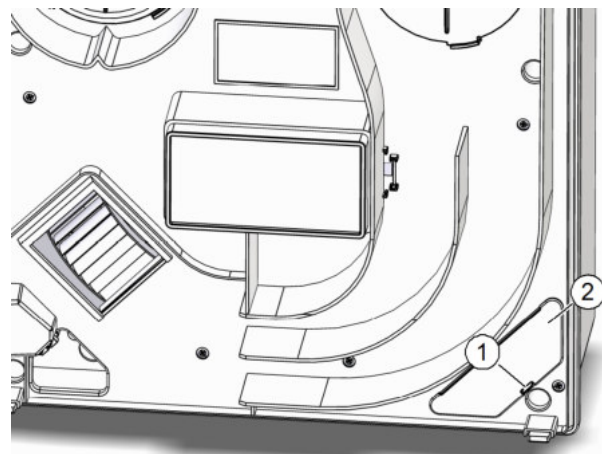

Abb. 8: Netzwerkdeckel abnehmen
- ▶ Drücken Sie den Rasthaken (Pos. 1 in Abb. 8) des Netzwerkdeckels (Pos. 2 in Abb. 8) leicht zur Gerätemitte und heben Sie den Netzwerkdeckel ab.